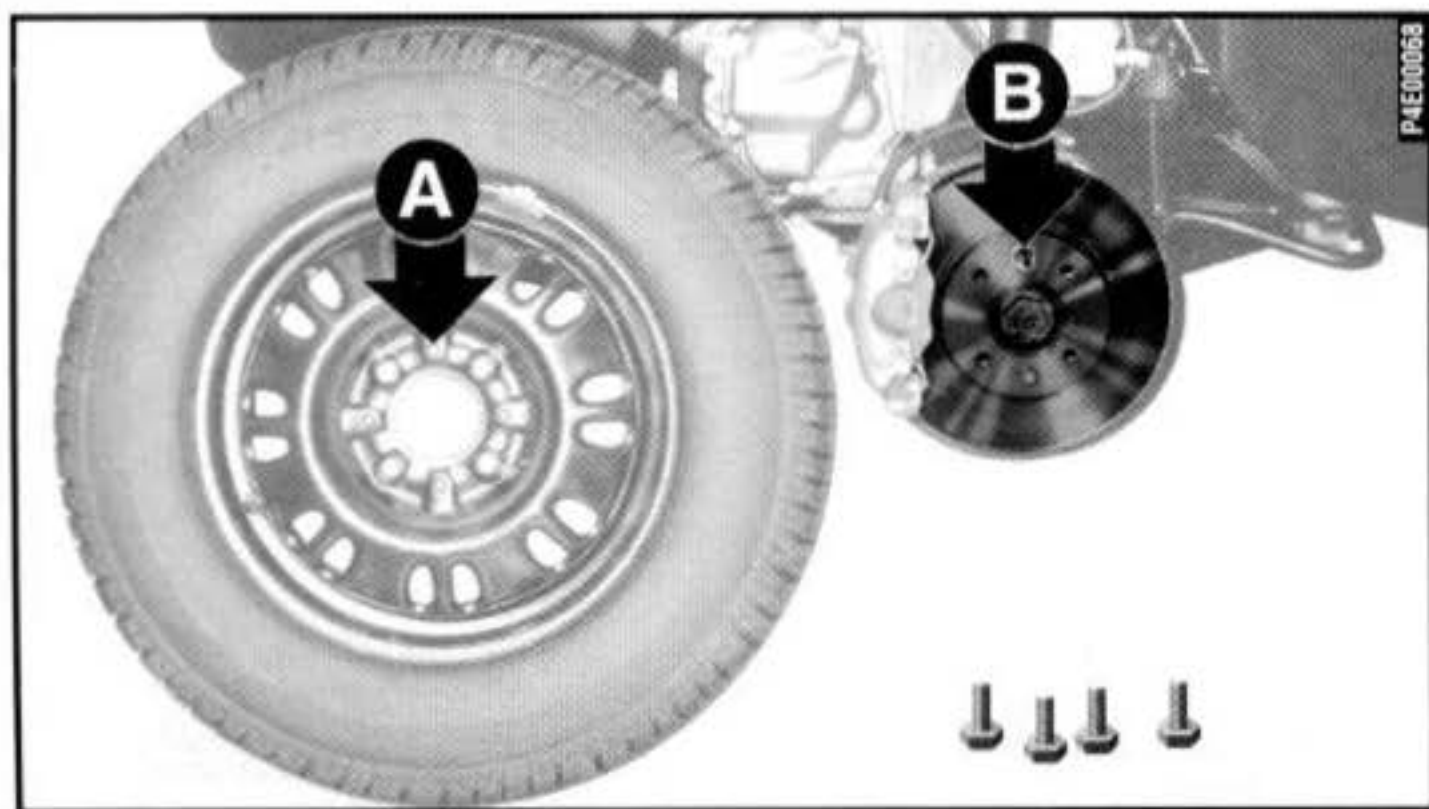

fig. 5
7) Montar a roda sobressalente, encaixando os furos **A**-fig. 5 com os respectivos pinos **B**.